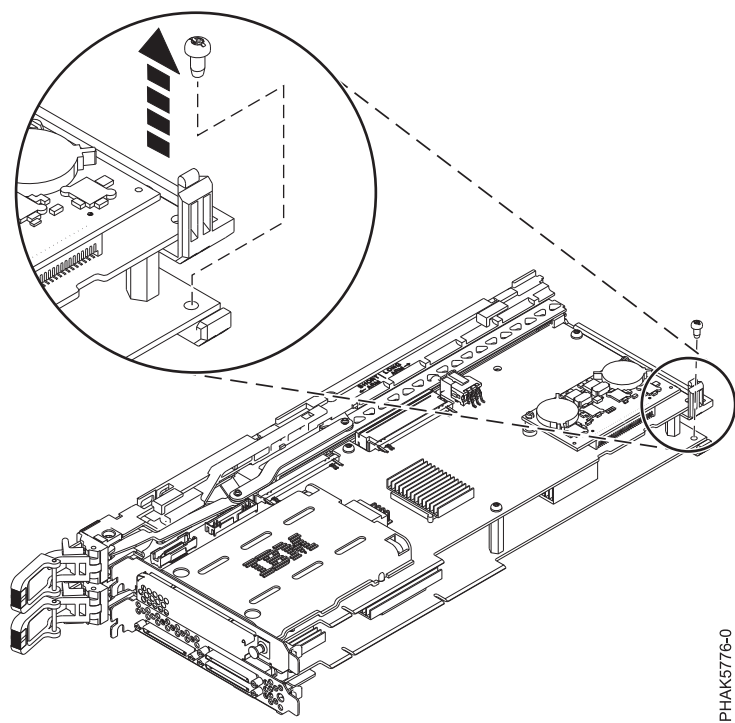

図 73. カセット・アセンブリーの後部下側のアームの取り外し
10. カセット・アセンブリーの後部下側にあるアームをダブル幅アダプターの後端に固定している小さなねじを取り外します。 図 73を参照してください。